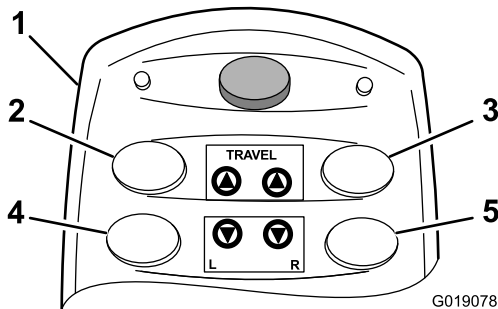

Figure 42
- Pour déplacer la machine en **marche avant**, appuyez de manière prolongée sur les boutons de déplacement en marche avant gauche et droit (Figure 42).
- Pour déplacer la machine en **marche arrière**, appuyez de manière prolongée sur les boutons de déplacement en marche arrière gauche et droit (Figure 42).
- Pour faire tourner la machine à **gauche**, appuyez de manière prolongée sur le bouton de déplacement en marche arrière gauche et le bouton de déplacement en marche avant droit (Figure 42).
- Pour faire tourner la machine à **droite**, appuyez de manière prolongée sur le bouton de déplacement en marche avant gauche et le bouton de déplacement en marche arrière droit (Figure 42).